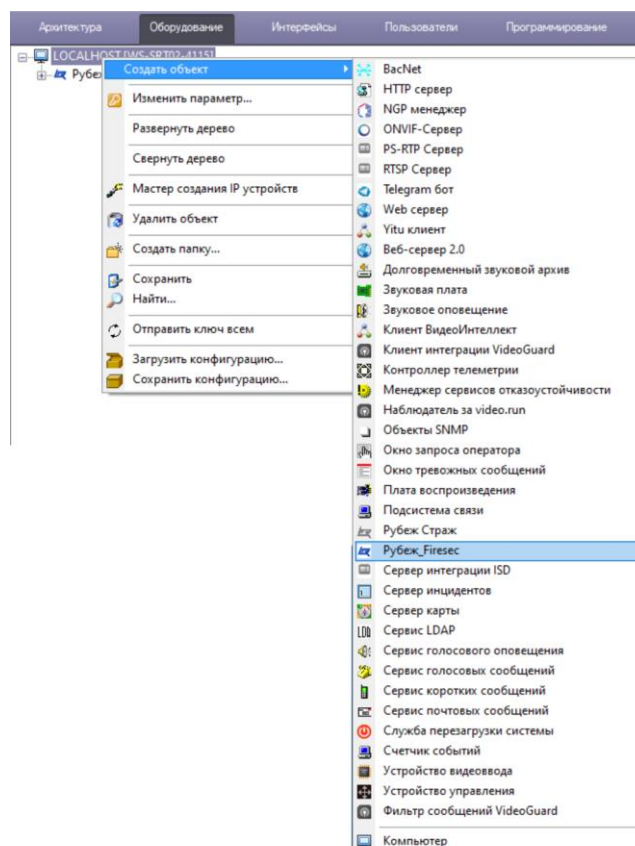

Рисунок 30.2
- 4) На вкладке **Оборудование** на базе объекта Компьютер создать объект Рубеж_FireSec (рисунок 30.2). Как только объект Рубеж_FireSec появится в дереве объектов